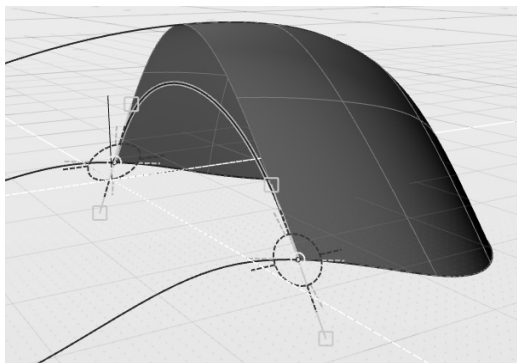

图 5-177 绘制融合曲线
5) 基于这个修剪曲面, 绘制一条融合曲线。注意, 融合曲线要锁定于修剪曲面的边线上, 如图 5-177 所示。